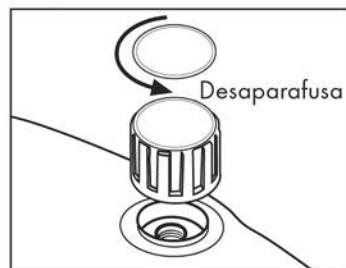

Fig. 16
Descarregar a pressão na caldeira desligando o interruptor da caldeira (11) e fazendo descarregar todo o vapor através do botão vapor (18) colocado na empunhadura, depois desligar a chave geral (10). Após ter deixado arrefecer devidamente a caldeira, desconectar a ficha da tomada de corrente, abrir lentamente a tampa de segurança (**Fig. 16**). Desenganchar o corpo da máquina (1) do reservatório de recolha (2)